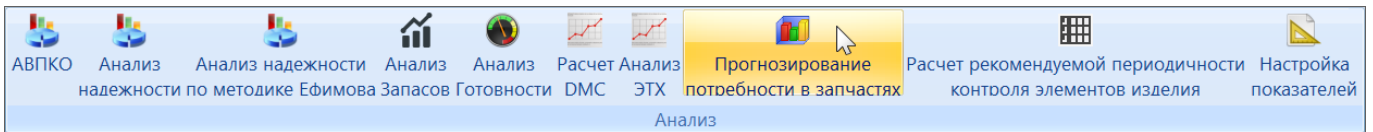

Рис. 16-14 – Панель «Анализ»
3) Нажать кнопку «Прогнозирование потребности в запчастях» на вкладке «Анализ» (рис. 16-14).